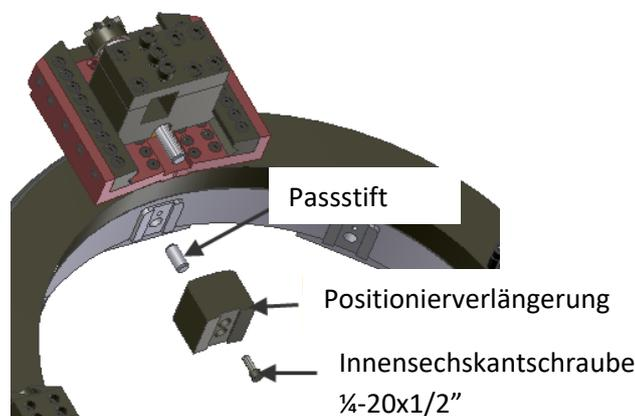

Abbildung 4
5. Falls erforderlich, die Positionierverlängerungen an die Positionierelemente schrauben (siehe Abb. 4). Die Positionierelemente werden eingestellt, indem die Stellschrauben, die von außerhalb des Gehäuses zugänglich sind, mit einem Inbusschlüssel 3/8" gedreht werden. Die Positionierelemente nach Bedarf, für einen angemessenen Abstand des Rohrdurchmessers, zurückstellen. Sicherstellen, dass der Motoraufnahmebereich zugänglich ist, wenn die Clamshell festgezogen wird.